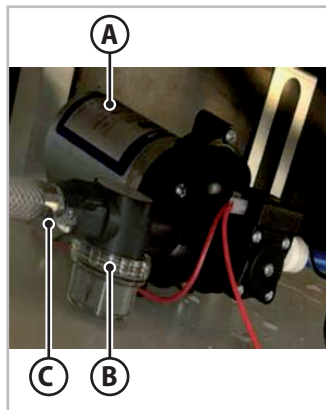

Fig. 7.1 - Filtro externo da bomba de água
3. Aceder à bomba de água (A - Fig.7.1) retirando as almofadas do sofá da dinette e removendo a tampa do compartimento do depósito de água potável.
4. Desapertar o encaixe de plástico (C - Fig.7.1) que liga o filtro ao tubo de descarga.
5. Desapertar a tampa transparente (B - Fig.7.1) do filtro e retirar o corpo do filtro.
Limpar regularmente o vaso de expansão (Fig.7.1), nomeadamente quando a água sai com fluxo irregular das torneiras, apesar de: